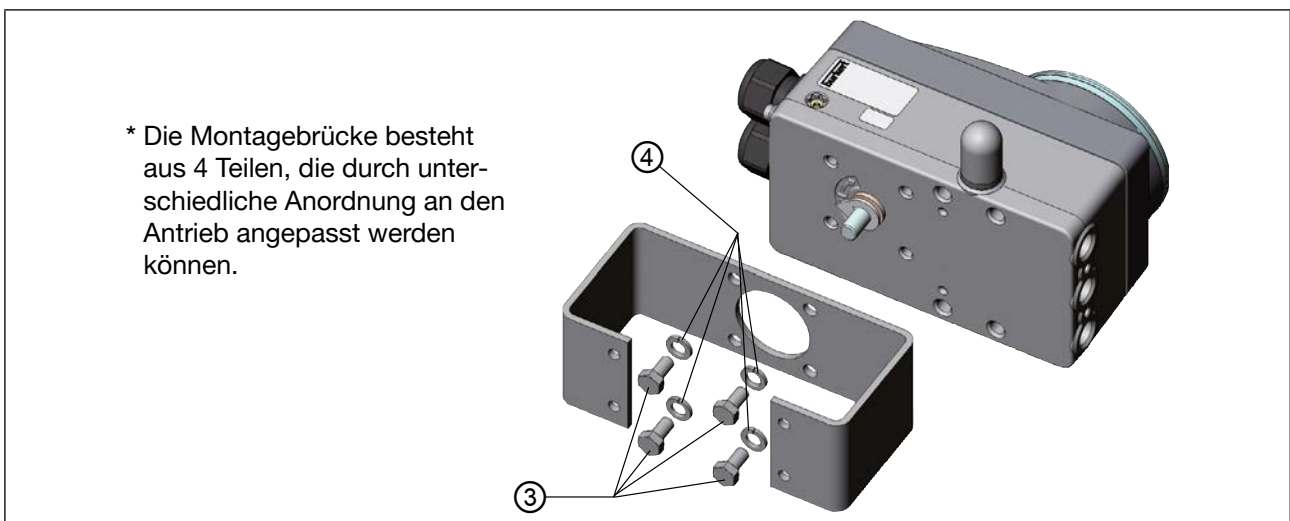

Abb. 19: Montagebrücke befestigen (schematische Darstellung)
→ Die Montagebrücke mit 4 Sechskantschrauben ③ und Federringen ④ an Typ 8792/8793 befestigen (siehe „Abb. 19“).